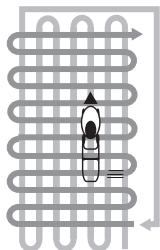

Рис. 11 Схема скашивания высокой и/или загущенной травы
- При кошении в тяжелых условиях (п.3,4) рекомендуется проводить повторный покос с меньшей высотой скашивания (Рис. 11).